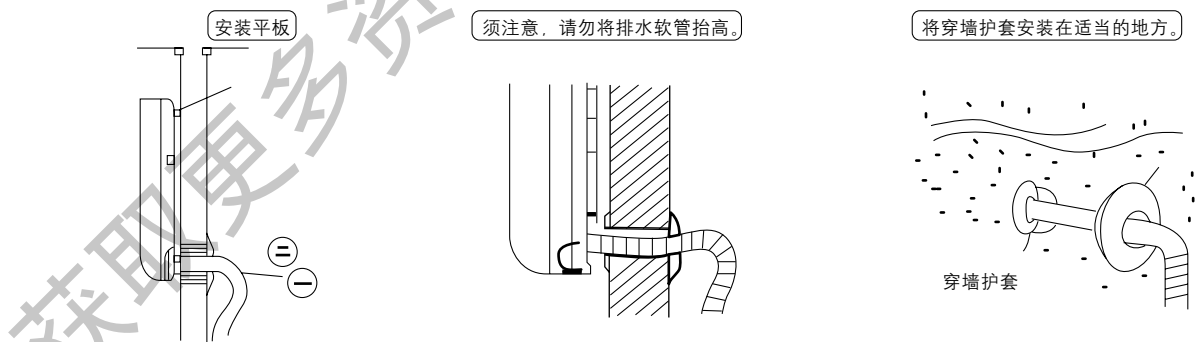

图3b
- 安装时，将管道穿过墙壁，将机组吊装在安装平板上，用钩子固定下面部位。（见图3b）